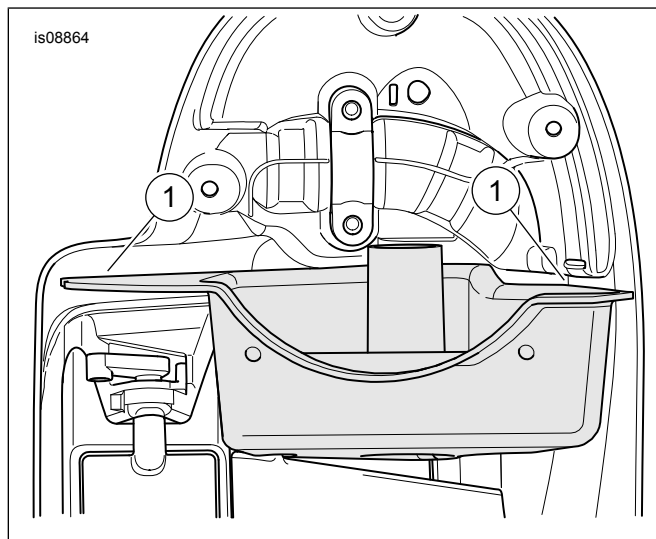

Figura 5. Superficie di accoppiamento della guarnizione della carenatura inferiore
5. Vedere Figura 5. Preparare la sede dell'altoparlante e il vassoio inferiore per l'installazione della guarnizione a tenuta. Pulire con una miscela di 50-70 per cento di alcool isopropilico e 50-30 per cento di acqua distillata.